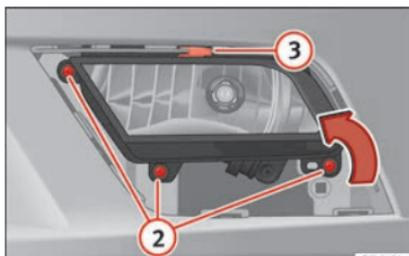

Fig. 190 Faro fendinebbia.
- Rimuovere le 3 viti » fig. 190 ② per estrarre il faro fendinebbia.
- Rimuovere la graffa metallica situata nella parte superiore del faro fendinebbia tirando verso l'esterno del veicolo » fig. 190 ③.